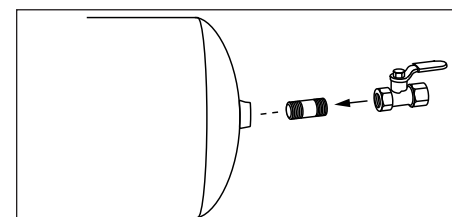

Figura 1 - Válvula de desfogaje
- Cierre la válvula de desfogue (Vea la Figura 1).